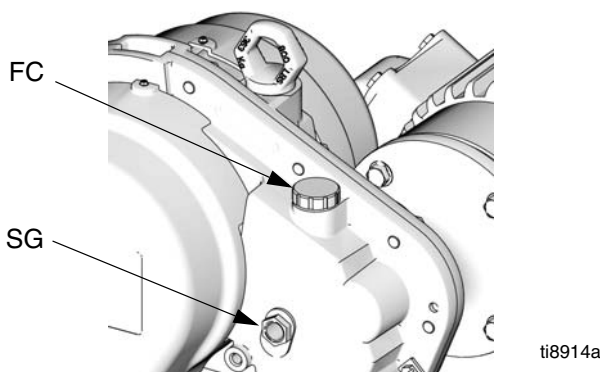

FIG. 8. Remplissage d'huile
Vérifiez quotidiennement le niveau d'huile par l'intermédiaire de la fenêtre (SG) sur le boîtier du démultiplicateur, moteur en marche. Le niveau d'huile (moteur en marche) doit se situer entre le haut et le bas de la fenêtre (SG). Ouvrez le bouchon de remplissage (FC) et remplissez le réservoir d'huile du démultiplicateur selon les besoins de l'huile Graco référence 288414 (un pack comprend douze bouteilles de 0,95 litre (1 quart)). Ne remplissez pas trop. Consultez la FIG. 8.